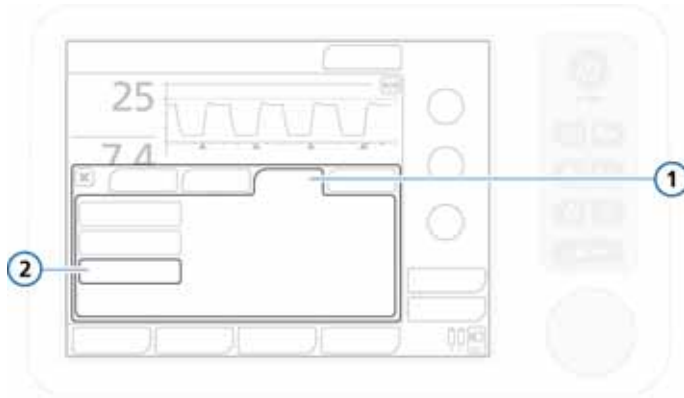

Figure 8-9. Graphics tab
2. Touch the **Graphics** tab. See Figure 8-9.